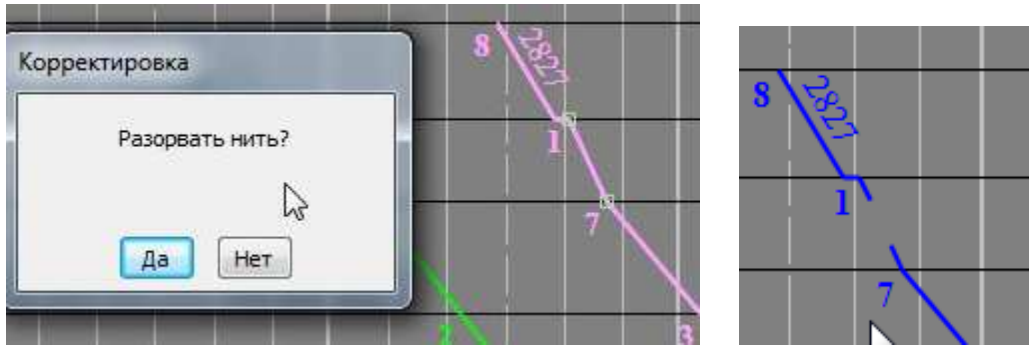

Рис.83. Разрыв нити
4. В появившемся диалоговом окне «**Разорвать нить**» выберите «**Да**» для того, чтобы разорвать нить, «**Нет**», чтобы отказаться от этого (см. рис.83).